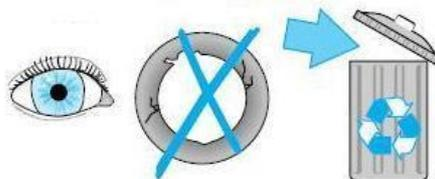

Bild 9
5. Dichtring Nr. 6960 (siehe Bild 9) prüfen und im Zweifelsfall austauschen.